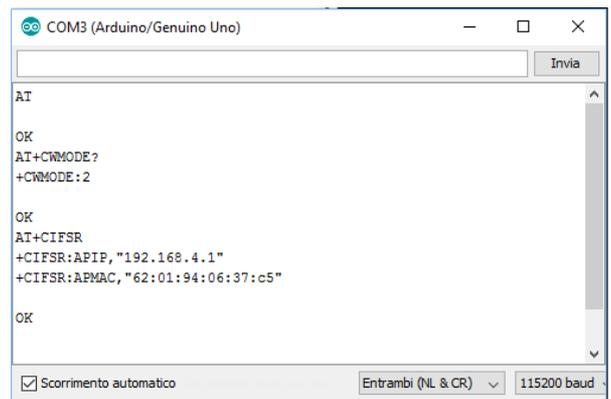

Fig. 27. Predisposizione del monitor seriale.
Il monitor seriale va configurato per 115200 baud e con l'inserimento automatico dei due caratteri di ritorno carrello (CR) e di salta riga (NL) al termine di ogni comando inviato (fig. 27).